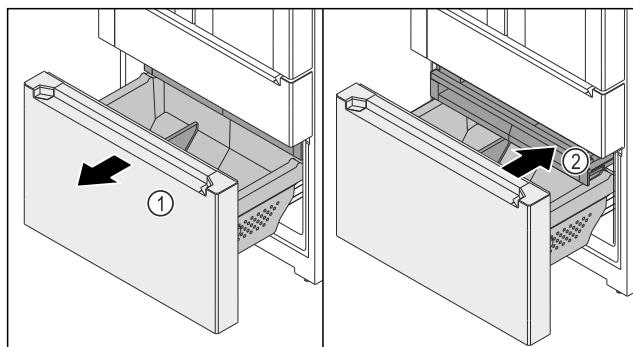

Fig. 143
- Uittrekwagen Fig. 143 (1) tot aan aanslag er uit trekken.
- Schuifvak Fig. 143 (2) is automatisch uitgetrokken.
- Schuifvak Fig. 143 (2) inschuiven.